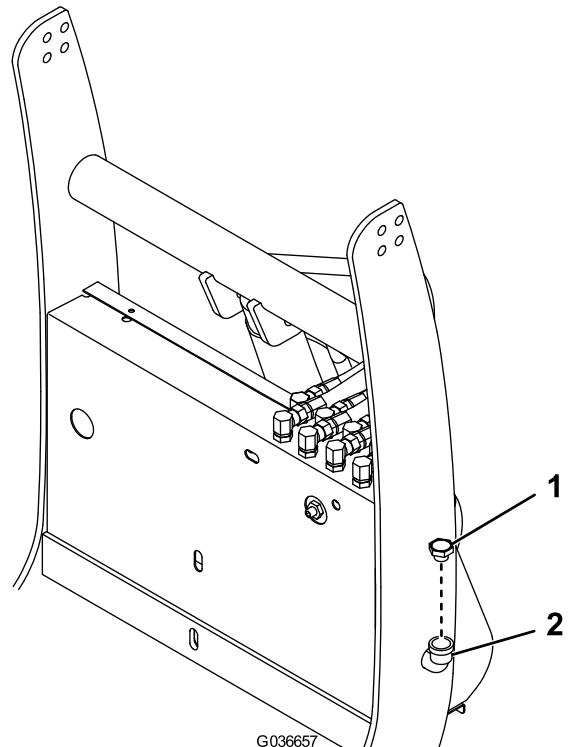

Bild 14
3. Nehmen Sie den Fülldeckel vom Hydraulikbehälter ab (Bild 14).